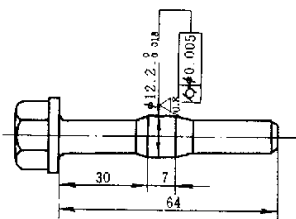
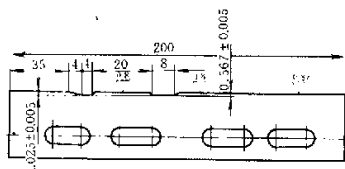
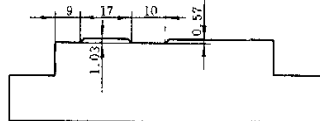

图 2
图4 仿形靠板
图5 仿形托片
①计算、设计并制造仿形靠板与仿形托片见图 4、图 5。
②将仿形靠板分别装在砂轮、导轮的修整器上, 修整砂轮和导轮至呈现与仿形靠板相同的形状, 将托片安装于托架上。
③磨削产品。
(2) 短尺寸精确磨削 (如图 2)
仿形加工方法与上面两例相同, 其特点是: 可将各台阶过渡部分的倒角及圆角的表面粗糙度值降低并光滑过渡。仿形靠板如图 4。仿形托片如图 5。